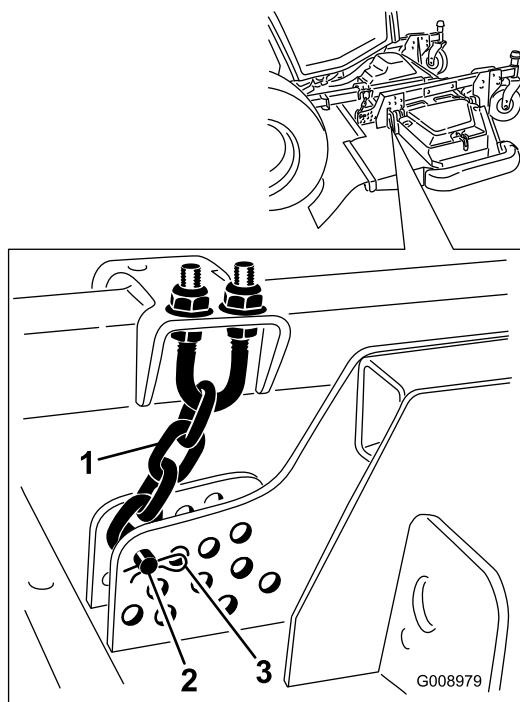

Рисунок 20
9. Снимите игольчатый шплинт и шплинтуемый штифт, которые крепят цепи регулировки высоты скашивания к задней части режущего блока (Рисунок 20).